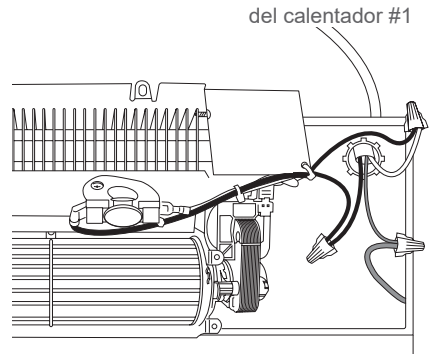

Figura 8 Calentador #2
1. Enrute el cable de suministro eléctrico del disyuntor al termostato de pared. En la caja de pared del calentador #1, retire dos troqueles y conecte dos juegos de cables de suministro eléctrico con dos conectores de abrazadera de cable (no incluidos) dejando por lo menos 6 pulgadas de cable. Un juego de cables de suministro eléctrico va al termostato de pared y el otro juego al calentador #2 (consulte la Figura 8).
4. Para el calentador #2, haga las conexiones en la caja de pared como se muestra en la Figura 8 que aparece arriba.